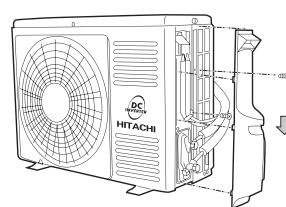

图22
- (1) 将右侧板上边盖拆开。(如图22)
- (2) 将截止阀的纳嘴与密封帽拆开。